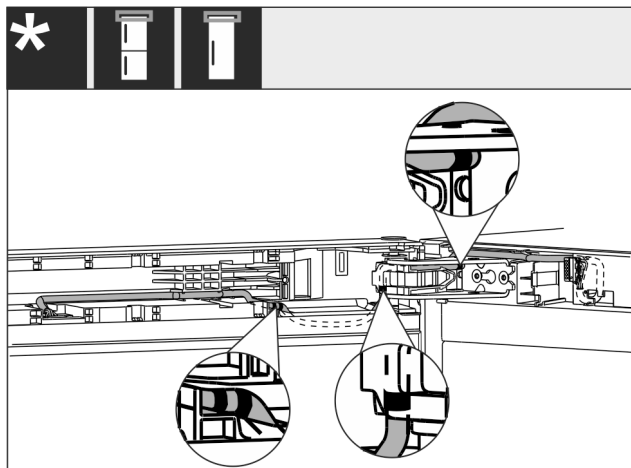

Fig. 61
- Kabeļa izvietošana ir tāda, kā parādīta attēlā Fig. 61 ().